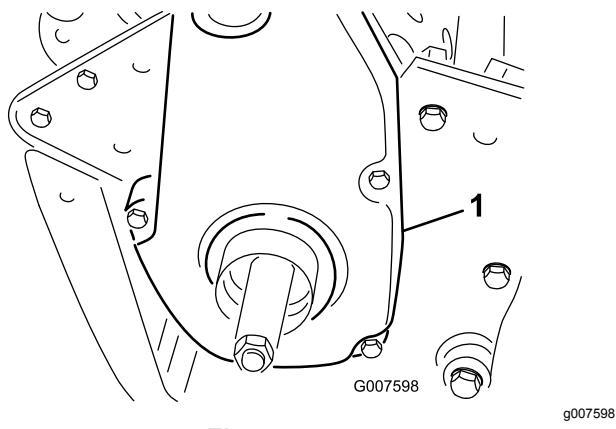

Figura 45
6. Retire la cubierta de la correa trasera del lado derecho de la máquina (Figura 45).